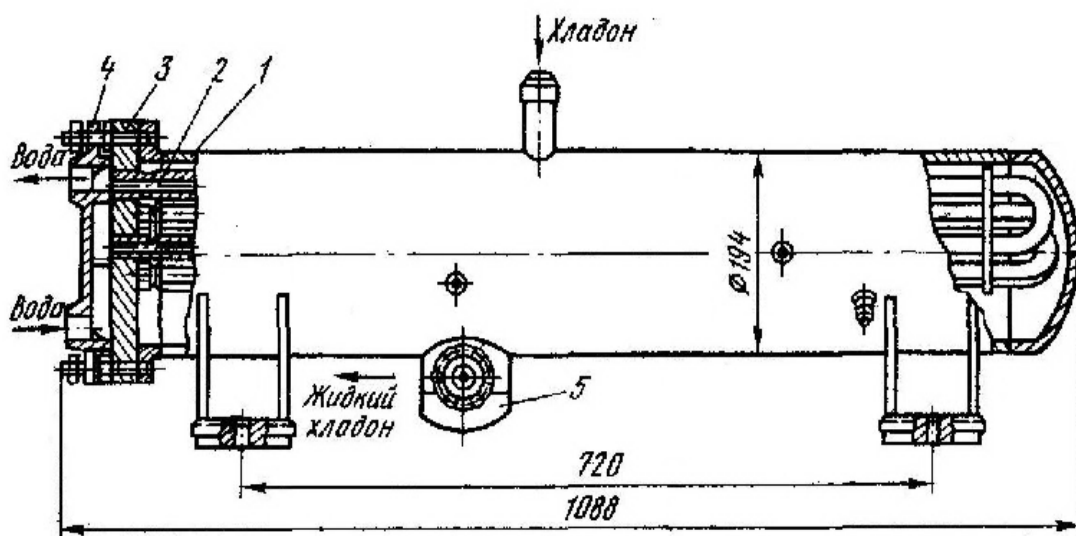

Рис. 4. Конденсатор МКТР-36
Конденсатор (рис. 4) предназначен для конденсации высокотемпературных паров хладагента, поступающих от компрессора (1). Марка: МКТР-36. Тип- кожухотрубный, горизонтальный, 2-х ходовой по охлаждающей во-